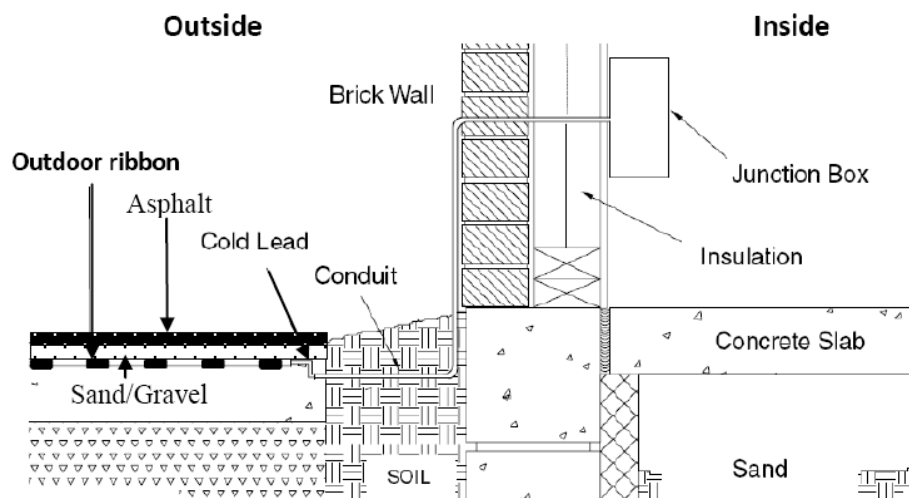

Fig.3.
- Préparer une base adéquate. Reportez-vous à Fig.3.